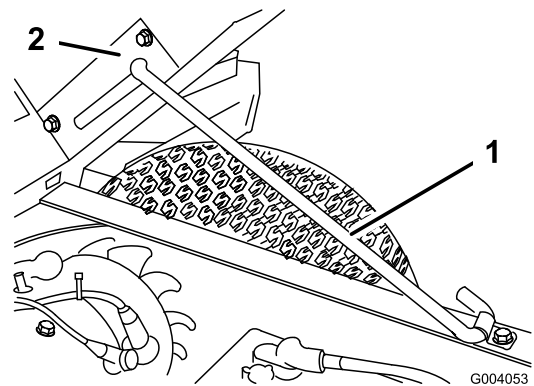

図 18
2. プロップ・ロッドを固定スロットにはめ込んで荷台を固定する (図 18)。